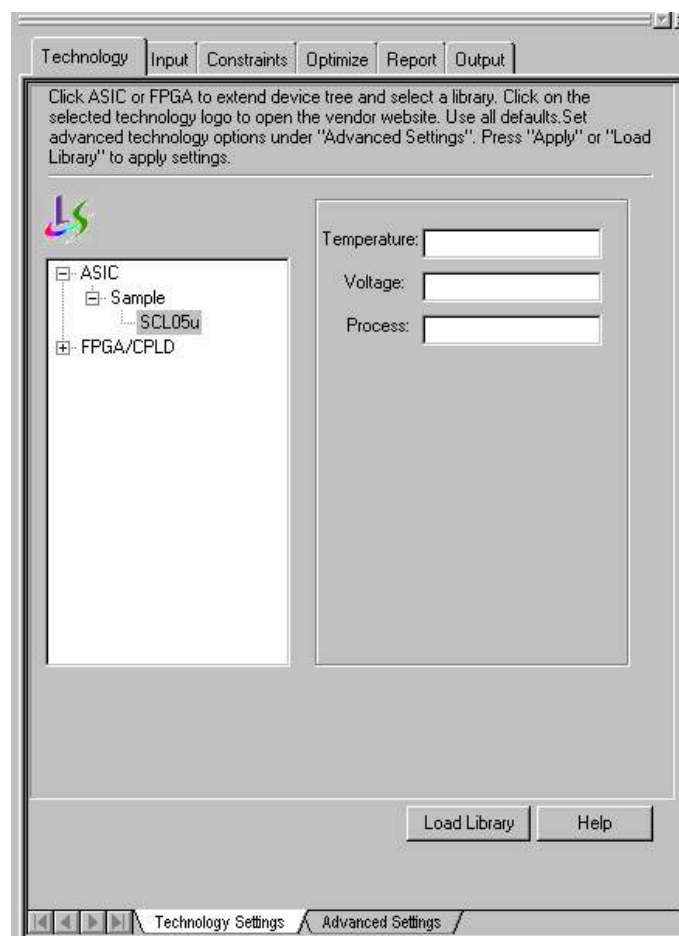

Figura 3.10: Fereastra de setări avansate pentru optimizarea sintezei.
- Pentru a realiza o sinteză optimală selectați butonul *Advanced* . Va apare o fereastră ca cea din figura 3.10. În această fereastră există o colecție de sub-festre în care se pot seta mai multe opțiuni de optimizare a implementării proiectului. Aceste opțiuni sunt împărțite în două categorii: